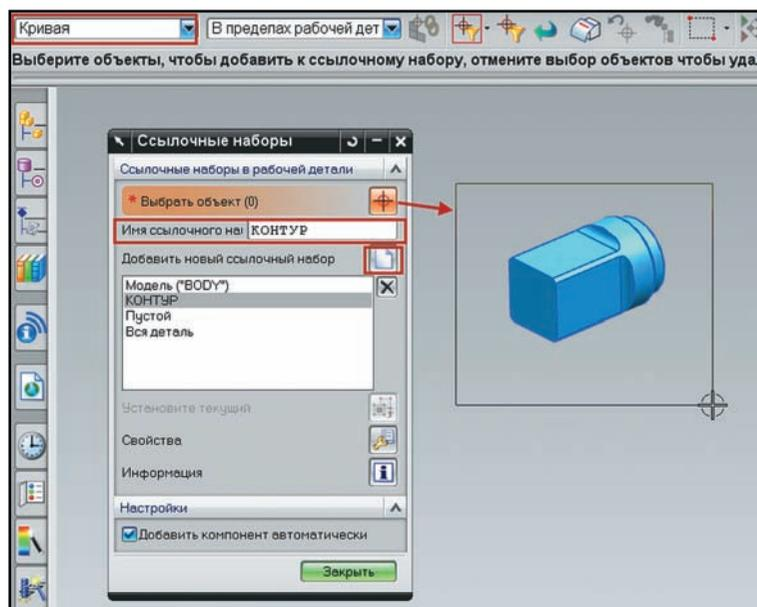

Рисунок 7.6. Создание ссылочного набора
- В поле **Имя ссылочного набора** введите КОНТУР (или любое другое), затем, установив фильтр выбора по типу в значение «Кривая», нажмите кнопку **Выбрать объект** и рамкой выделите твердое тело и выделенные кривые (рис. 7.6).